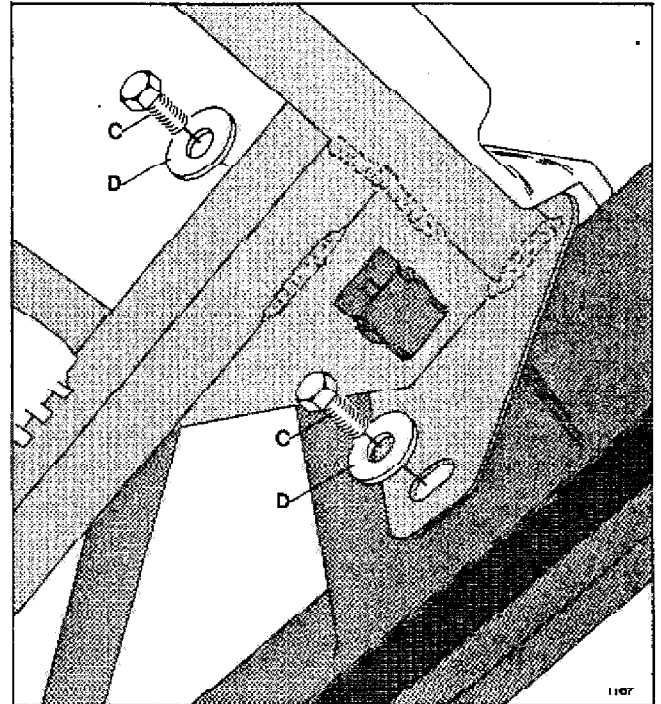

Abb. 3: Oberteil von der Vorderkante des Angelrahmens gesehen.
8. Die Schrauben C von der hinteren Einbauplatte des Angelrahmens abschrauben (sehen Sie Abb. 3). Die Befestigungspunkte des Oberteils sind jetzt ausgebaut.
3. Das Oberteil in den Angelrahmen mit den Schrauben C und mit den Scheiben D einbauen (sehen Sie Abb. 3). Die Schrauben nicht ganz anziehen. Das Oberteil kann jetzt vorsichtig geöffnet werden.
7. Setzen Sie sich in das Fahrzeug hinein und schliessen Sie das Oberteil. Lassen Sie einen Gehilfen das Oberteil über den hinteren Ecken des Fahrzeugs korrekt einstellen, so dass das Oberteil genau mit der Karosserie fluchtet. Die Schrauben O anziehen (sehen Sie Abb. 3).